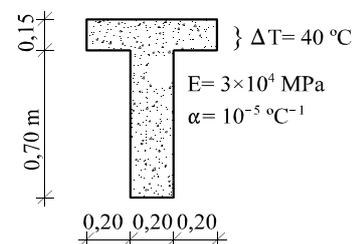

Figura 10
10) La sección de la figura 10 sufre un calentamiento uniforme en la cabeza mientras el alma mantiene su temperatura inicial. Se pide: